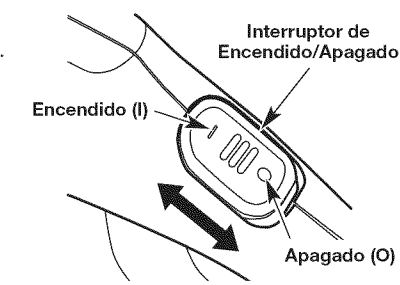

Fig. 4
2. Mueva el interruptor hacia delante para ponerlo en la posición ENCENDIDO (ON) (I) (Fig. 4).
1. Mueva el interruptor hacia atrás para ponerlo en la posición APAGADO (OFF) (O) (Fig. 4).